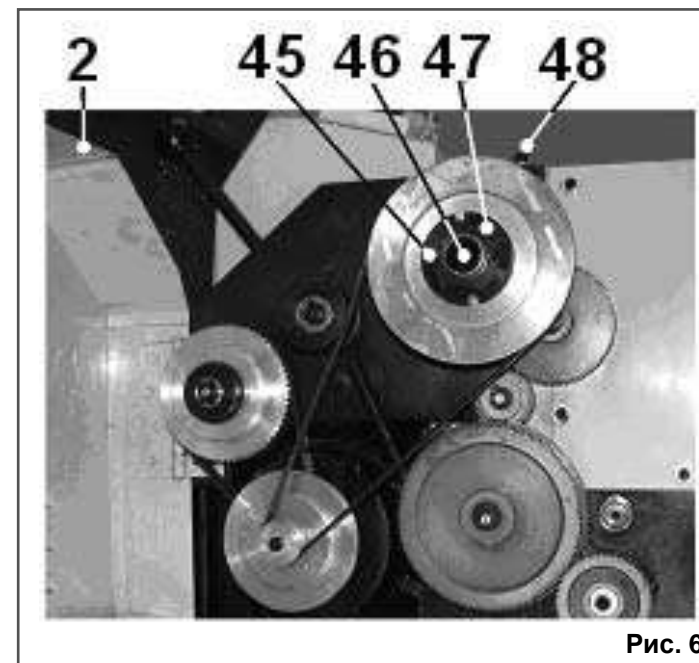

Рис. 6
9.3. Регулировка биения шпинделя (Рис. 6)